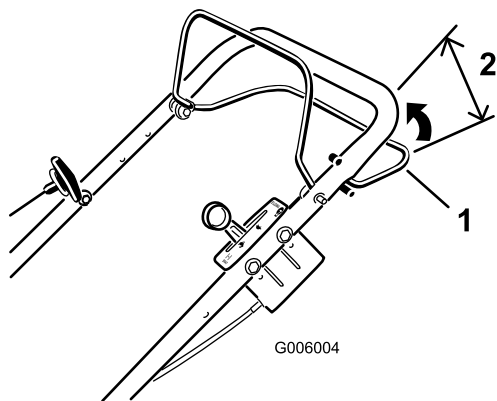
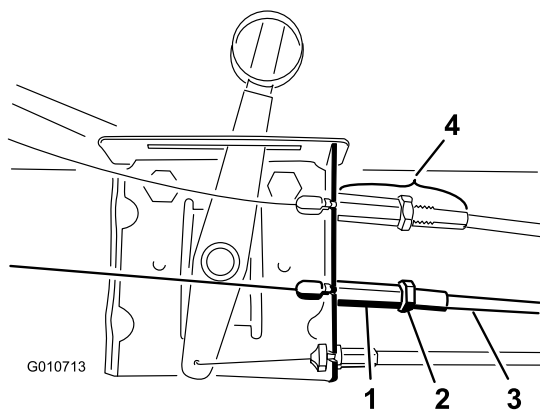

Figura 43
Figura 44
Se il tosaerba non si muove automaticamente o se avanza a fatica quando la barra della trazione automatica è distante più di 60 mm dalla stegola (Figura 43), regolate la trazione automatica.
1. Allentate il controdado (Figura 44)
2. Spingete la guaina del cavo nel dado saldato per aumentare la distanza tra la barra e la stegola (estraete la guaina del cavo dal dado saldato per aumentare la distanza) (Figura 44), fino a ottenere la distanza corretta (Figura 43).